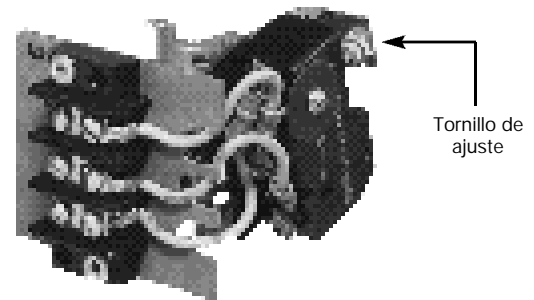

Figura 6
2. Retire los dos tornillos de montaje que sostienen el interruptor, consulte la Figura 6.
- c. Si la actuación del interruptor no es correcta, cambie el ajuste del tornillo de actuación usando una llave inglesa hexagonal de $\frac{1}{16}$ ", consulte la Figura 6.